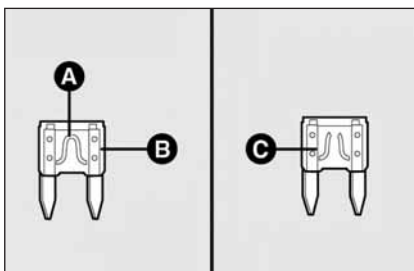

рис. 38
Если какое-либо устройство не работает, сначала проверьте его предохранитель: перемычка **А- рис. 38** должна быть целой. Если она сгорела, замените предохранитель другим такого же номинала (того же цвета).
**В** целый предохранитель **рис. 38**
**С** предохранитель с поврежденной перемычкой **рис. 38**.